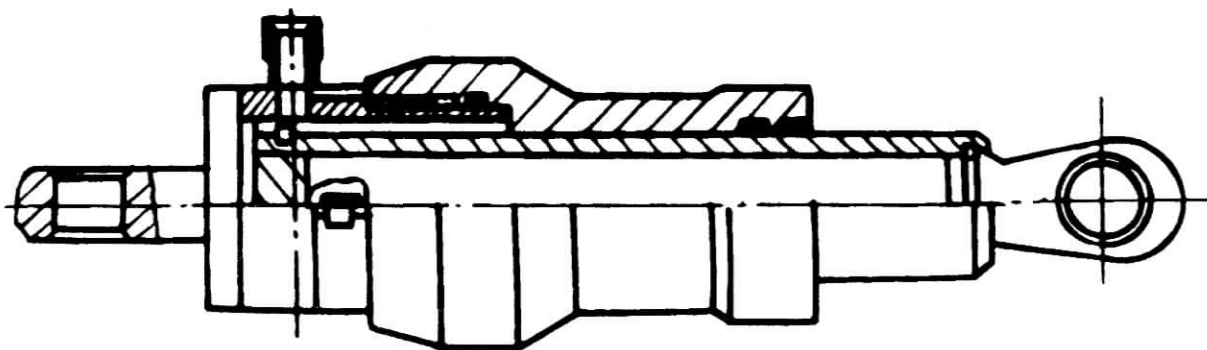

Рис.99 - Гидроцилиндр наклона силосопровода Н20.10.000-07.
3.5.1.6 Характеристики гидроцилиндров (рис.99...105) приведены в таблицах 1, 2: плунжерных - в табл. 1; поршневых - в табл. 2.